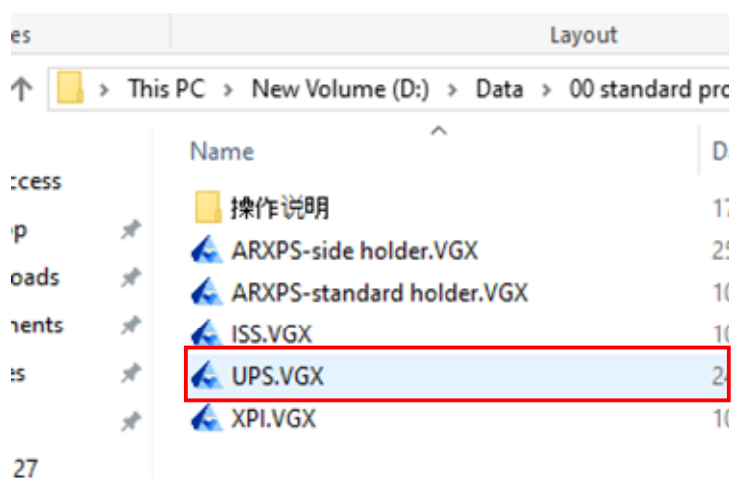

图 24 标准程序文件调用示意图
- (1) 打开样品照片;
- (2) 从路径 D:\Data\00 standard procedure 中打开标准程序文件 UPS, 如图 24 所示。